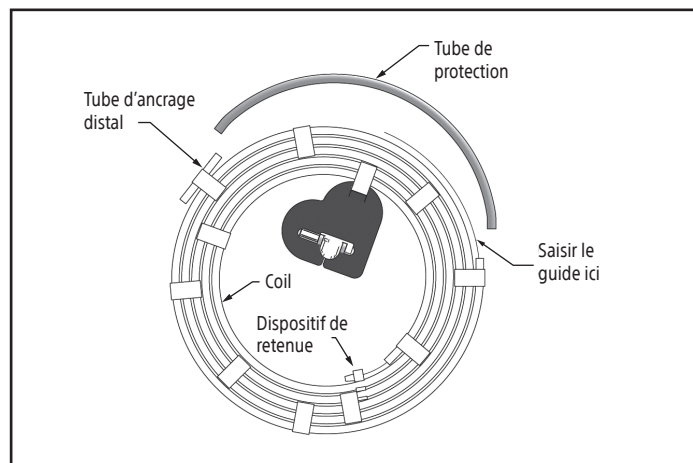

Figure 6.
**Remarque :** le guide peut être déchargé directement du conditionnement dans le cathéter guide (voir la figure 6). Inspecter le guide à la recherche de tout dommage. Ne pas utiliser si le produit est endommagé.